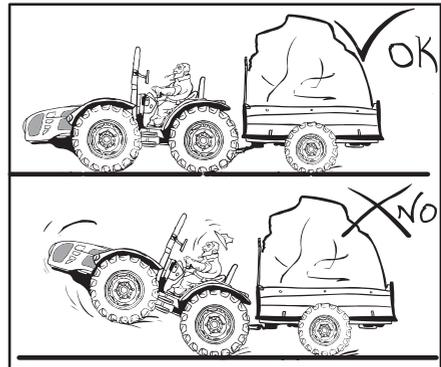

Abb. 2.22
- Nur mit der Zugstange schleppen. - Das Schleppen oder Ankuppeln an anderen Punkten kann zum Umkippen des Traktors führen (Abb. 2.22).